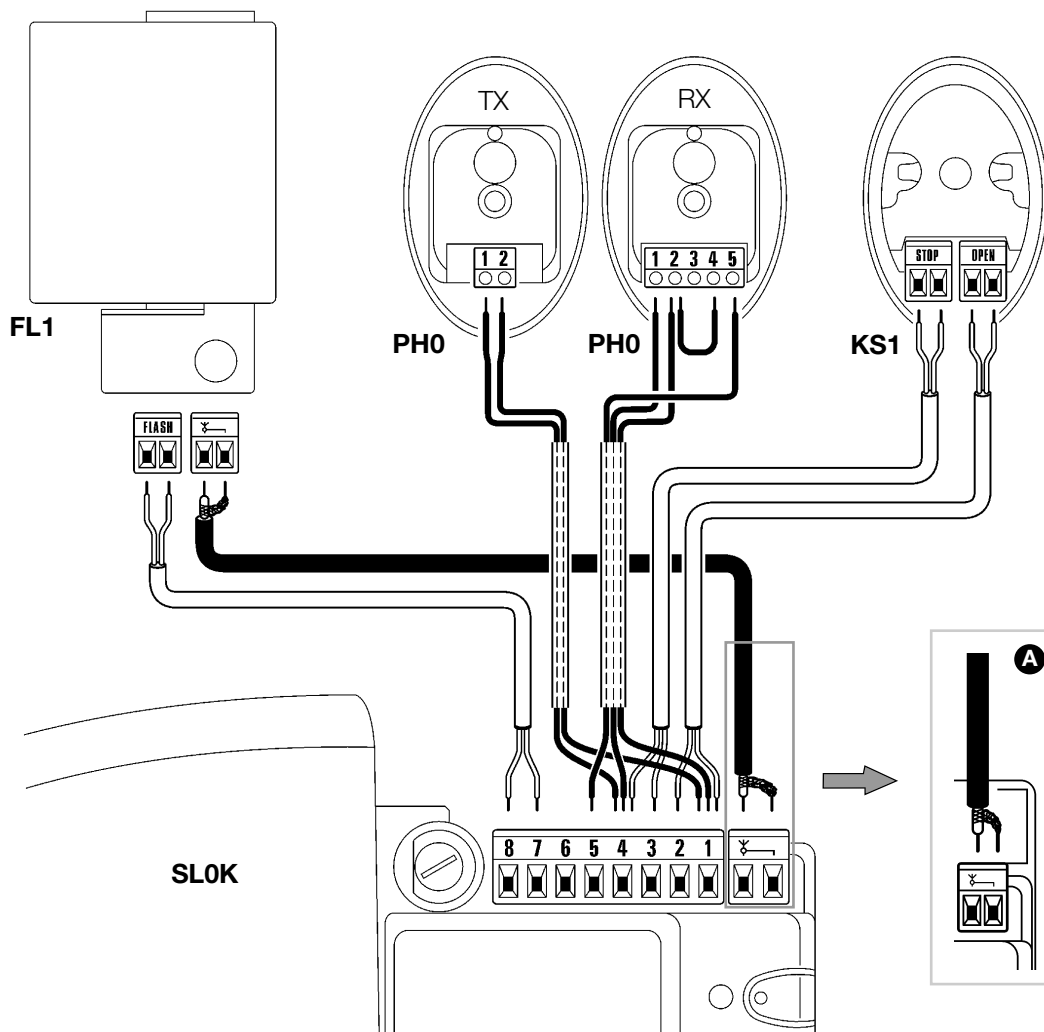

Figure 54
5 Utiliser comme référence la figure 54 pour effectuer le branchement électrique en très basse tension des divers dispositifs aux bornes de la logique de commande.
- Effectuer les connexions des autres câbles suivant le schéma de la figure 54. Pour plus de commodité, les bornes peuvent être extraites.